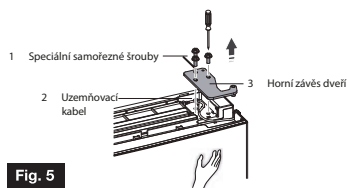

Fig. 5
4. Fig. 5. Pomocí šroubováku vyšroubujte 3 speciální samořezné šrouby (1) zajišťující horní závěs, uvolněte uzemňovací kabel (2) a vyjměte horní závěs dveří (3).